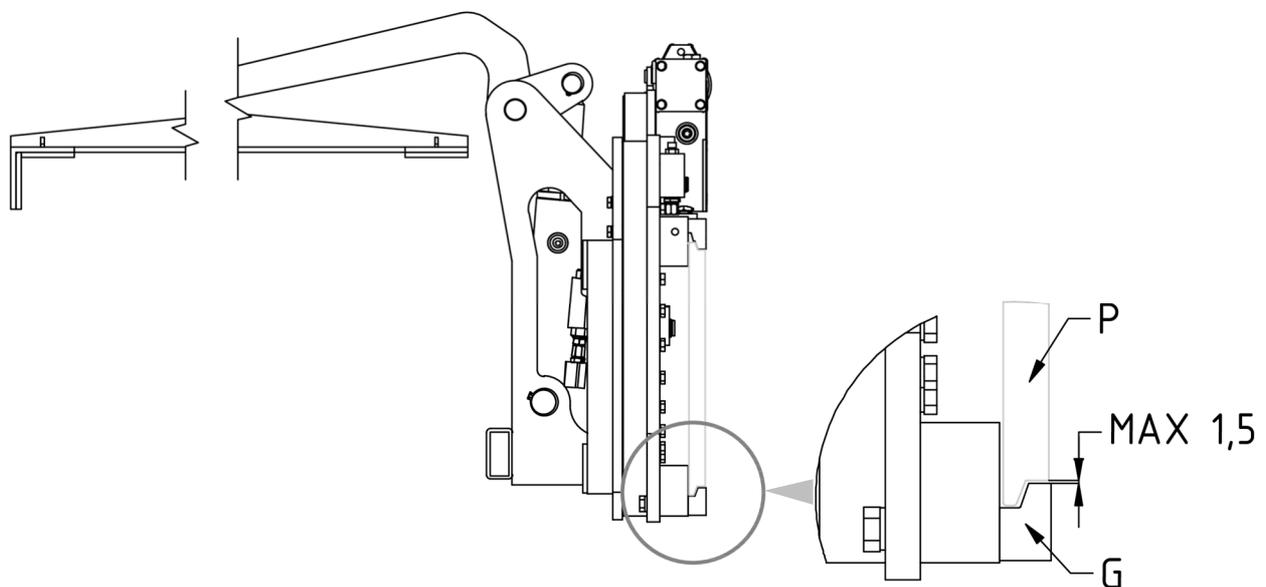
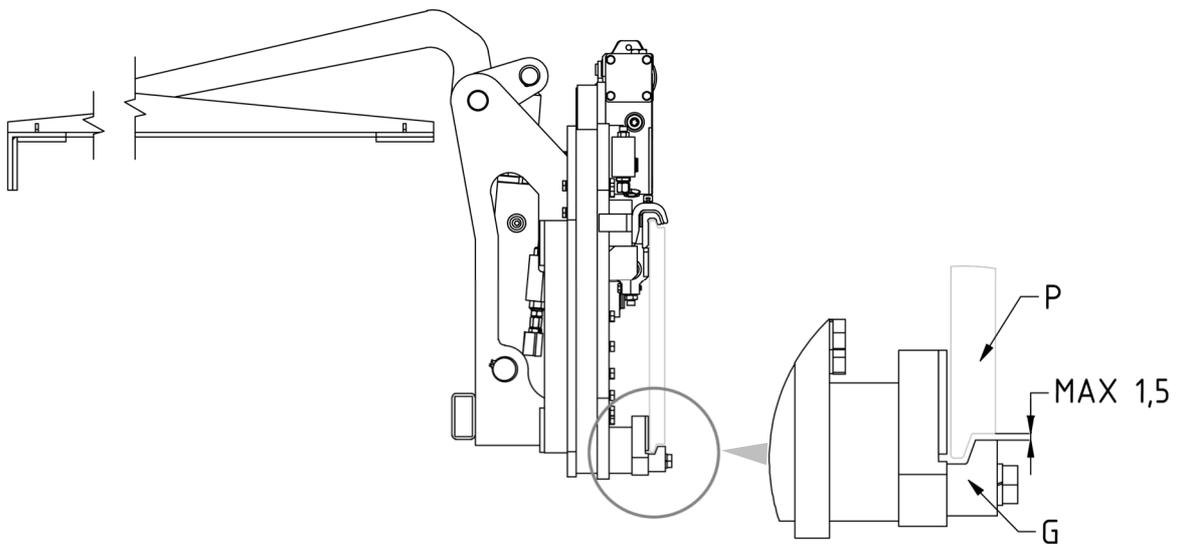

Figure 4
Figure 9
7. Revisser les 2 crochets inférieurs **G** de manière à ce que le corps de ceux-ci reste également accroché en dessous du tablier porte fourche **P** (avec jeu max. 1,5 mm, voir détail *Figure 4*), en serrant avec le couple de serrage indiqué dans le *tableau 3*.
8. Revisser les 2 crochets inférieurs **G** de manière à ce que le corps de ceux-ci reste également accroché en dessous du tablier porte fourche **P** (avec jeu max. 1,5 mm, voir détail *Figure 9*), en serrant avec le couple de serrage indiqué dans le *tableau 4*.
3. Contrôler le jeu entre la partie inférieure du tablier porte-fourches et les crochets inférieurs de l'équipement, en vérifiant que ce soit comme indiqué dans la *Figure 4* (page 12) et dans la *Figure 9* (page 16) et intervenir éventuellement sur le serrage des vis qui les maintiennent.